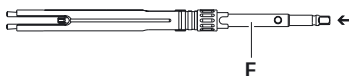

Fig. 3
- Introduzir a chave de parafusos **F** na bucha de aperto **2**, a partir da parte traseira. Ter atenção para que os pinos laterais deslizem até ao fundo nas ranhuras, ver Fig. 3.